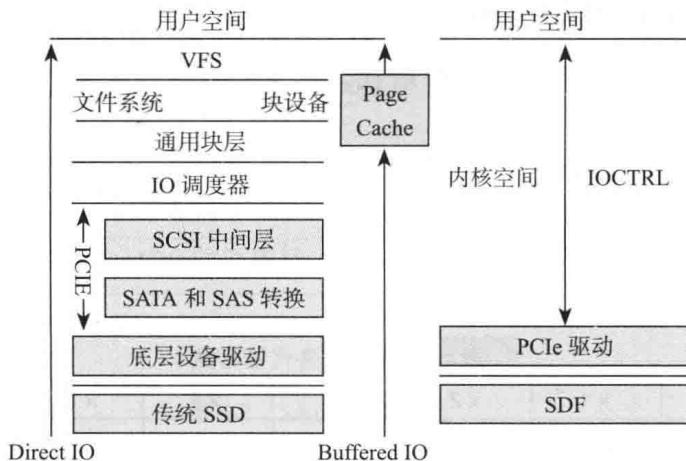

图 4-57 SDF 和传统 SSD IO 栈对比
5) 软件接口层非常简单，相比传统的 Linux 存储堆栈，省略了文件系统、块设备、IO 调度、SATA 协议等，用户直接通过 IOCTL (设备驱动程序中对设备的 I/O 通道进行管理的函数) 来发同步的写命令到 PCIe 驱动，如图 4-57 所示。软件延迟从 $12\mu s$ 缩减到 $2 \sim 4\mu s$ ，这个时间只是花在 PCIe 中断处理上。